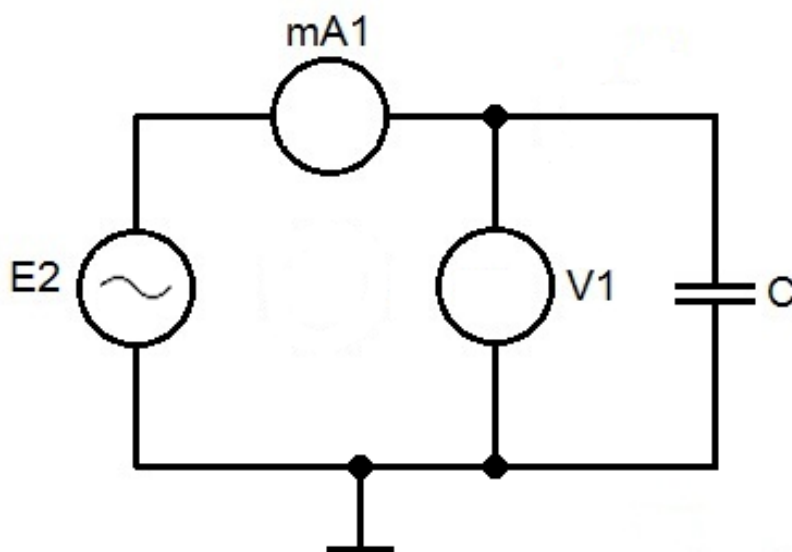

Рис. 2. Схема 2
- 1.Собрать исследуемую схему (рисунок 2), не присоединяя провод к зажиму источника!